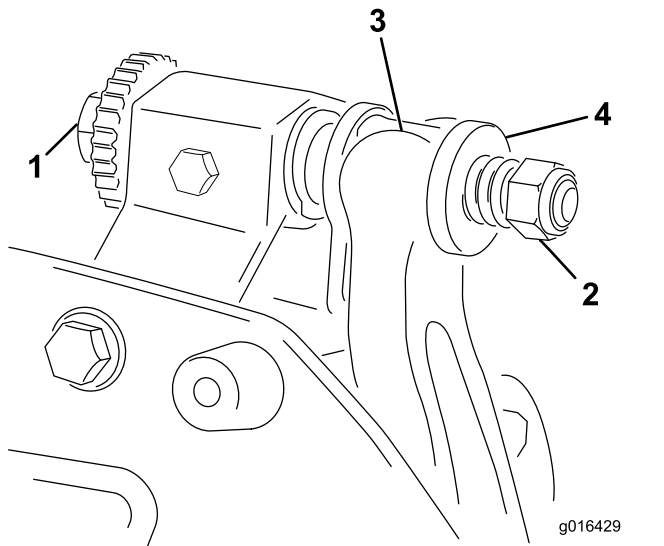

Bild 20
1. Drehen Sie die Einstellschraube des Untermesserträgers nach links, um den Abstand zwischen Untermesser und Spindel zu vergrößern (Bild 20).
2. Drehen Sie die Federspannungsmutter so weit hinaus, bis die Scheibe nicht mehr gegen den Untermesserträger angespannt ist (Bild 20).
1. Montieren Sie den Untermesserträger. Positionieren Sie die Befestigungsbohren zwischen die Scheiben und der Einstellschraube des Untermesserträgers (Bild 20).